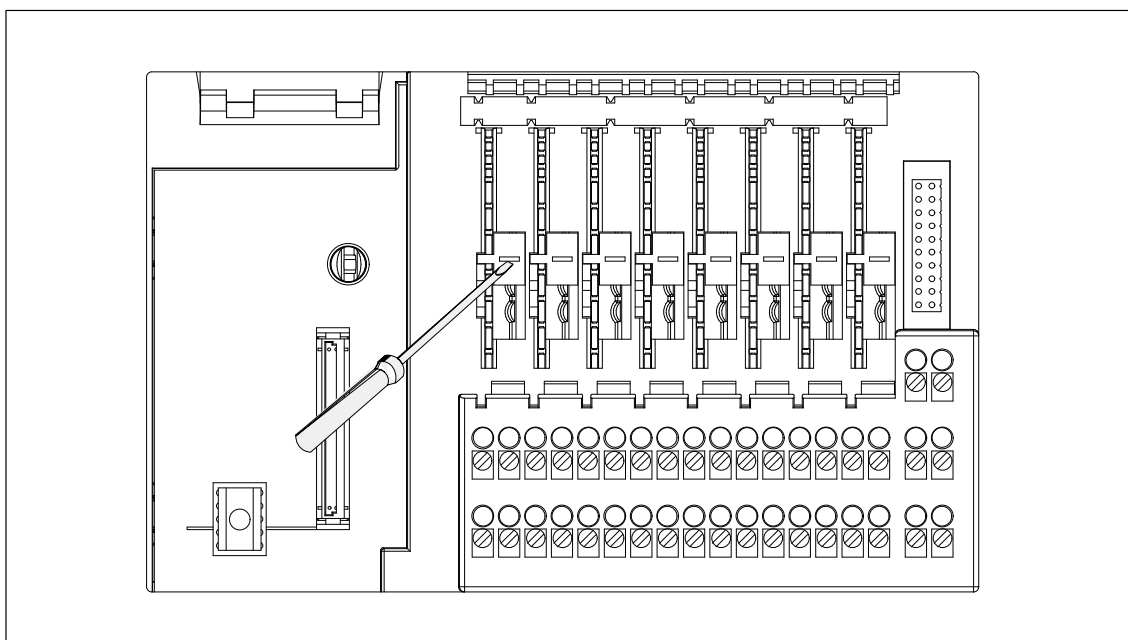

Bild 2-7 Schraubendreher ansetzen
2. Führen Sie den Schraubendreher in die Schlitzöffnung am Kodierschieber ein (siehe Bild 2-7).